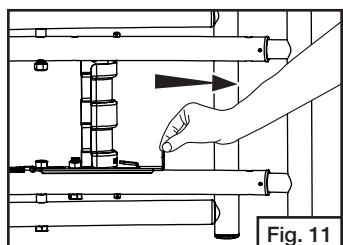

Fig. 11
- Tire el soporte del pestillo hacia afuera de la ranura. (Fig. 11)